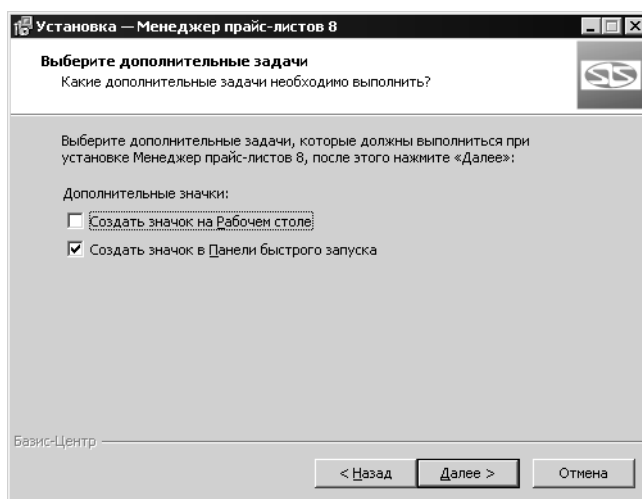

Рис. 1.4.
7. Включите создание необходимых ярлыков для запуска модуля (рис. 1.4).